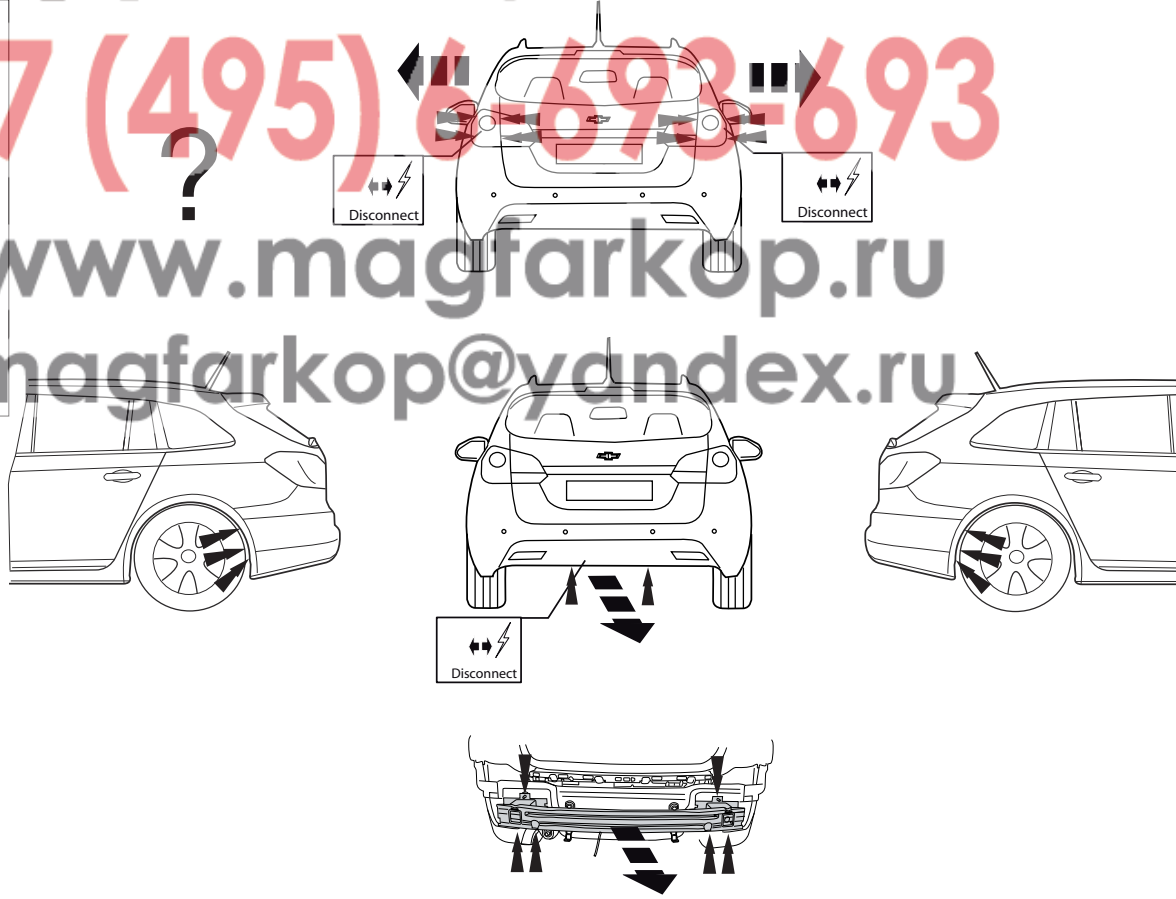

Fig.1
2. Снять бампер вместе со стальным брызгным брусом автомобиля брызгный брус больше не понадобится. См. рисунок 1.
2. Remove the bumper and the steel buffer beam from the vehicle. The buffer beam will no longer be needed. See figure 1.
2. Die Stoßstange einschließlich des stählernen Stoßbalkens vom Fahrzeug abmontieren. Der Stoßbalken wird nicht mehr benötigt. Siehe Abbildung 1 .